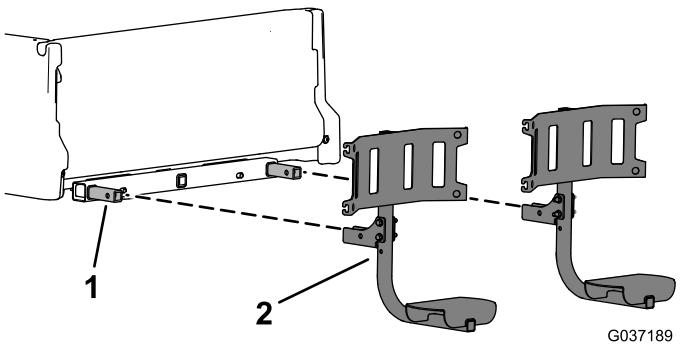

Рисунок 9
9. Вставьте собранные крепления баков для мусора в трубы рамы бака для мусора (Рисунок 9).